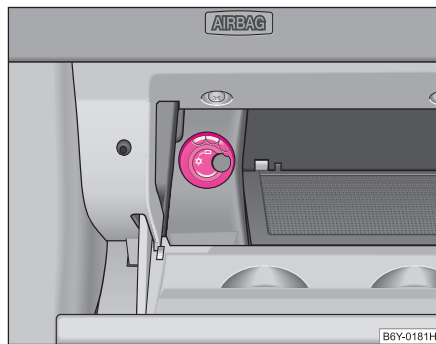

Fig. 76 Compartimento guardaobjetos: manejo de la refrigeración
- Con el conmutador giratorio ⇒ **fig. 76** conecta o desconecta la refrigeración.